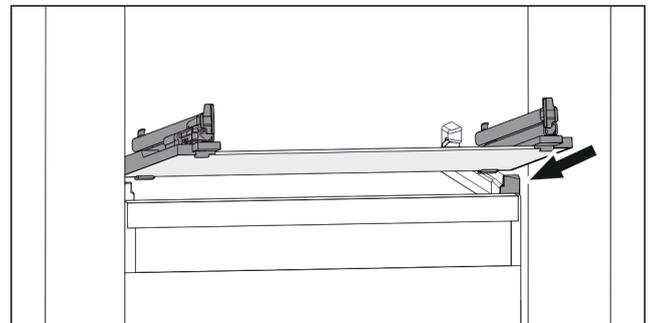

Fig. 42 Beispielhafte Darstellung der Glasplatte
- ▶ Glasplatte schräg hinter den Stoppere aufsetzen. (siehe Fig. 42)